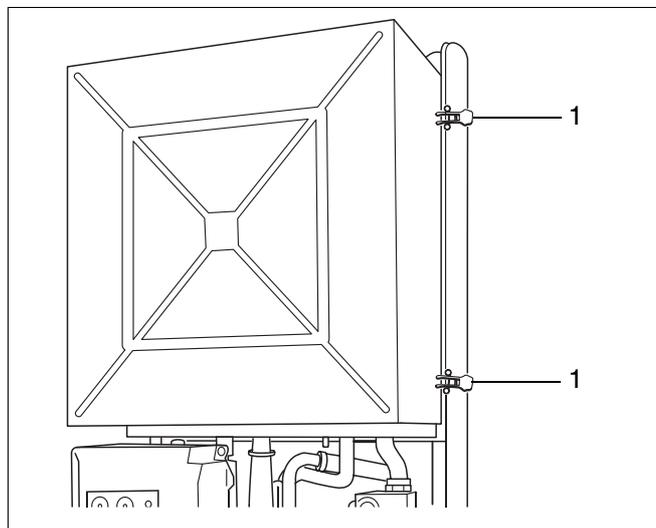

Fig. 14 Enlever le couvercle de la chambre du brûleur
- Ouvrir les fermetures à déclic (fig. 14, pos. 1) et enlever le couvercle de la chambre du brûleur.